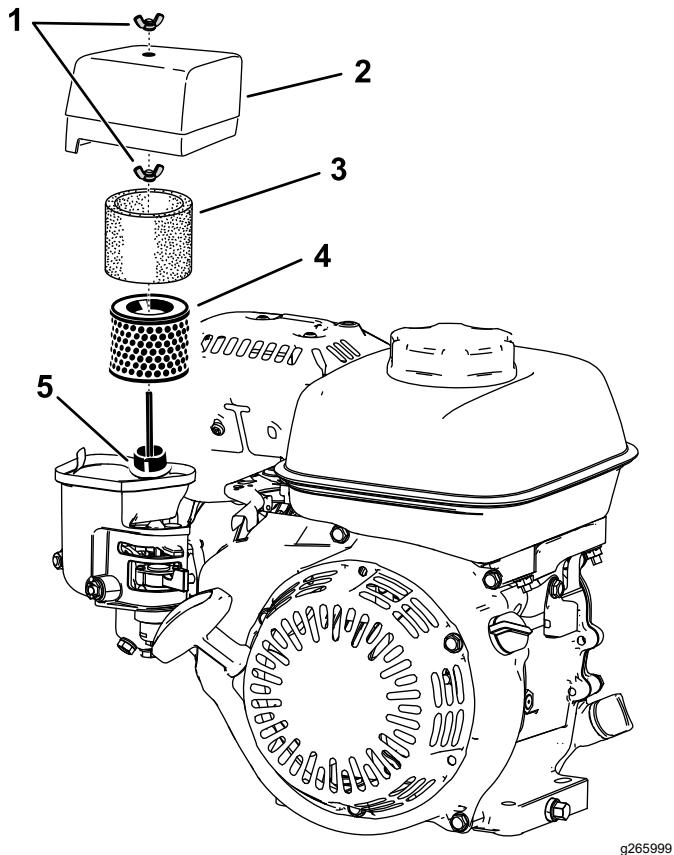

Figura 27
2. Retire la tuerca de orejeta que sujeta la tapa del limpiador de aire (Figura 27).